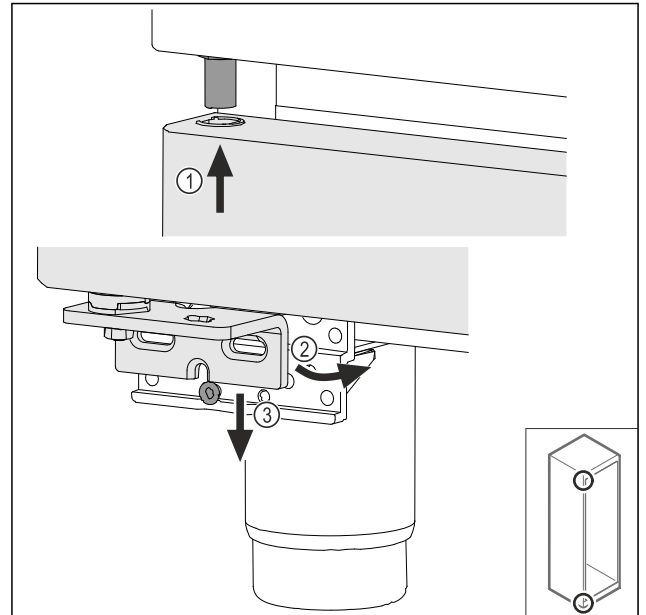

Fig. 74
- ▶ Tür leicht gekippt oben einfädeln Fig. 74 (1), Tür gerade ausrichten Fig. 74 (2) und unten auf die Lagerbockschraube Fig. 74 (3) aufsetzen.